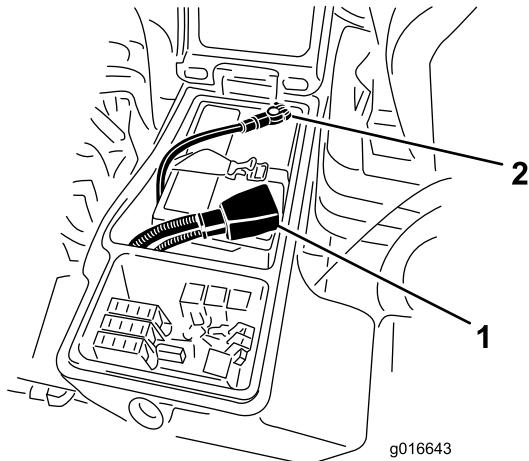

Figura 84
6. Collegate il cavo positivo (rosso) al terminale positivo (+) e il cavo negativo (nero) al terminale negativo (-) della batteria (Figura 84).